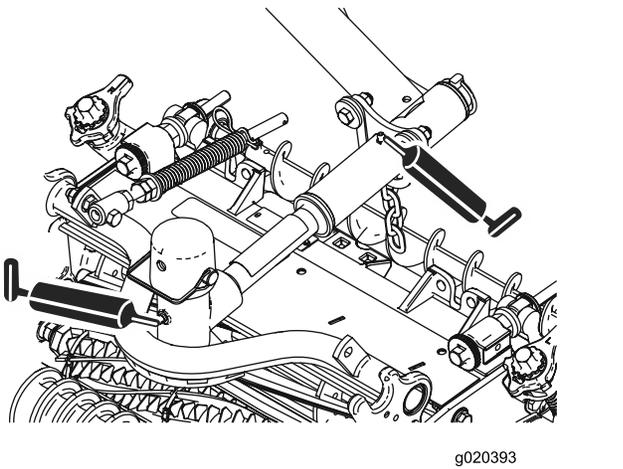

図 48
- カuttingユニットのピボット各2ヶ所 図 48を参照。